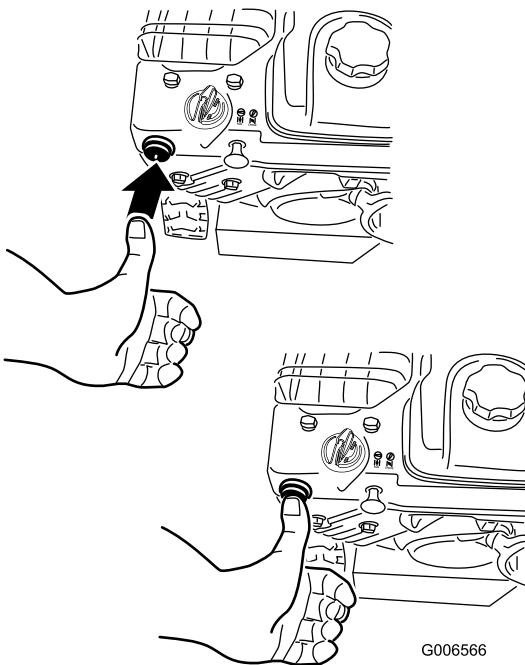

Рисунок 27
- Энергично нажмите большим пальцем кнопку заливочного насоса два раза (при температурах -9°C и выше) или четыре раза (при температурах ниже -9°C), каждый раз удерживая кнопку в течение секунды перед отпусканiem (Рисунок 27).